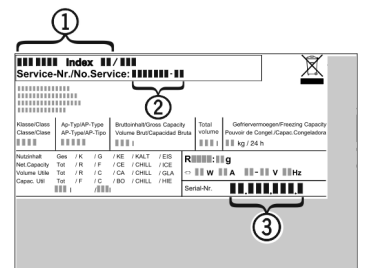

Fig. 4
- ▶ Denominación del aparato Fig. 4 (1), nº del servicio técnico Fig. 4 (2) y nº de serie Fig. 4 (3) en la placa de identificación. La placa de identificación se encuentra en la parte interior izquierda del aparato.
- ▶ Informe al servicio postventa e indique el fallo, la denominación del aparato Fig. 4 (1), el nº del servicio técnico Fig. 4 (2) y el nº de serie Fig. 4 (3).